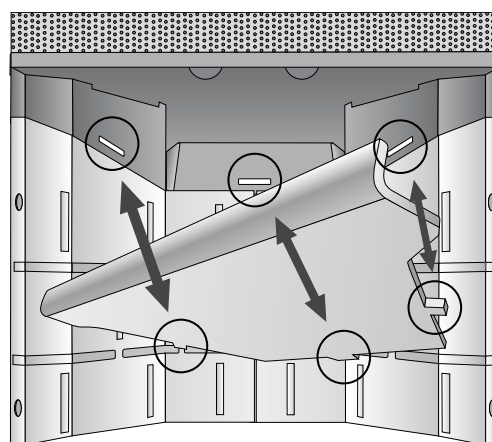

Fig.9
- Aprire la porta di combustione della stufa a pellet e inclinando il battifiamma inserirlo nei tre fori d'appoggio (Fig.9). Il battifiamma risulterà inclinato rispetto alla stufa e la piega superiore rivolta verso l'alto. Accertarsi che sia ben inserito.